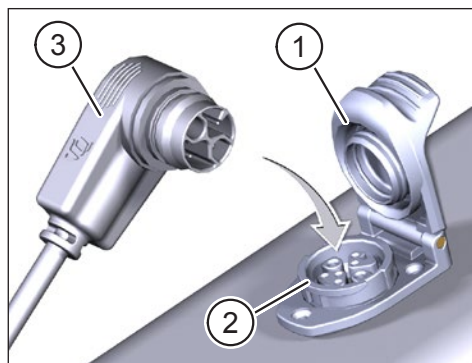

Fig. 2: Chargement de la Battery intégrée
- ▶ Soulevez le couvercle (élément 1 Fig. 2) du port de chargement (élément 2 Fig. 2) dans le cadre du vélo.
- ▶ Orientez la fiche du Charger (élément 3 Fig. 2) de manière à ce que les codes de la fiche et du port de chargement coïncident (voir Fig. 2).